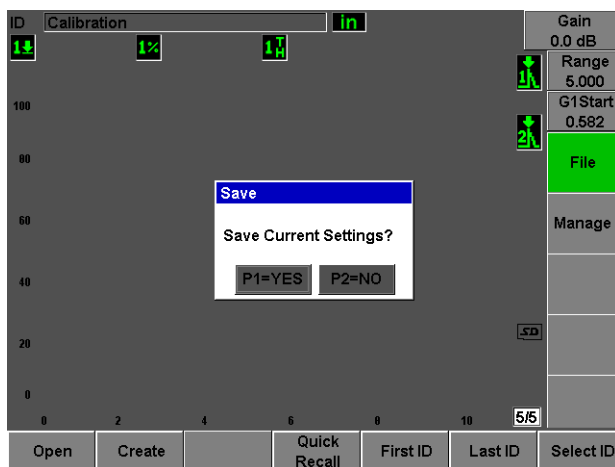

図 2-22 保存ダイアログボックス
10. “保存 : Save” を押します (53 ページ図 2-22 参照)。